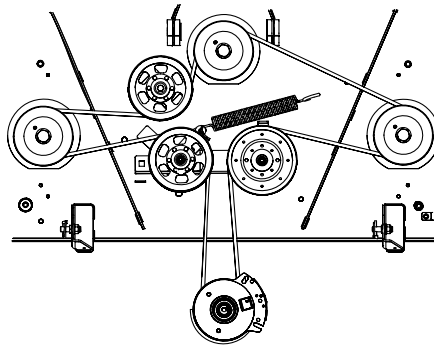

Figura 4-18
6. Coloque la correa alrededor de las poleas locas que extrajo en el paso 3 con el lado en "V" orientado hacia adentro. Una vez que todo esté en su lugar, vuelva a colocar los elementos de ferretería y ajuste la tuerca de seguridad con brida para sujetar el conjunto. Consulte Figura 4-18.
7. Pase la correa como se indica en la Figura 4-18 y vuelva a instalar la plataforma (consulte Instalación de la plataforma).